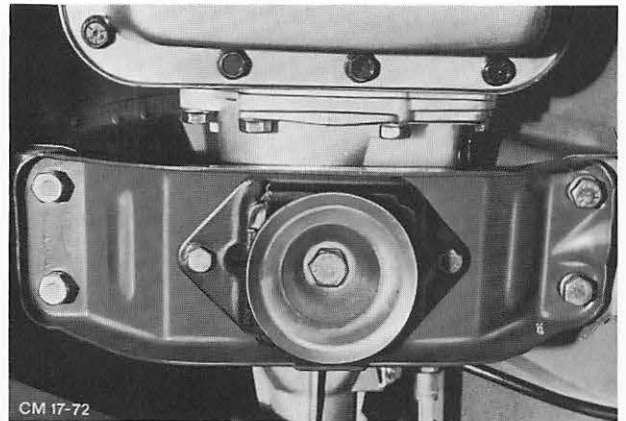

Abb. 27 Getriebetraverse
13. Getriebetraverse von Getriebe und Bodengruppe abschrauben (5 Schrauben). Abb. 27. Getriebe vorsichtig absenken.